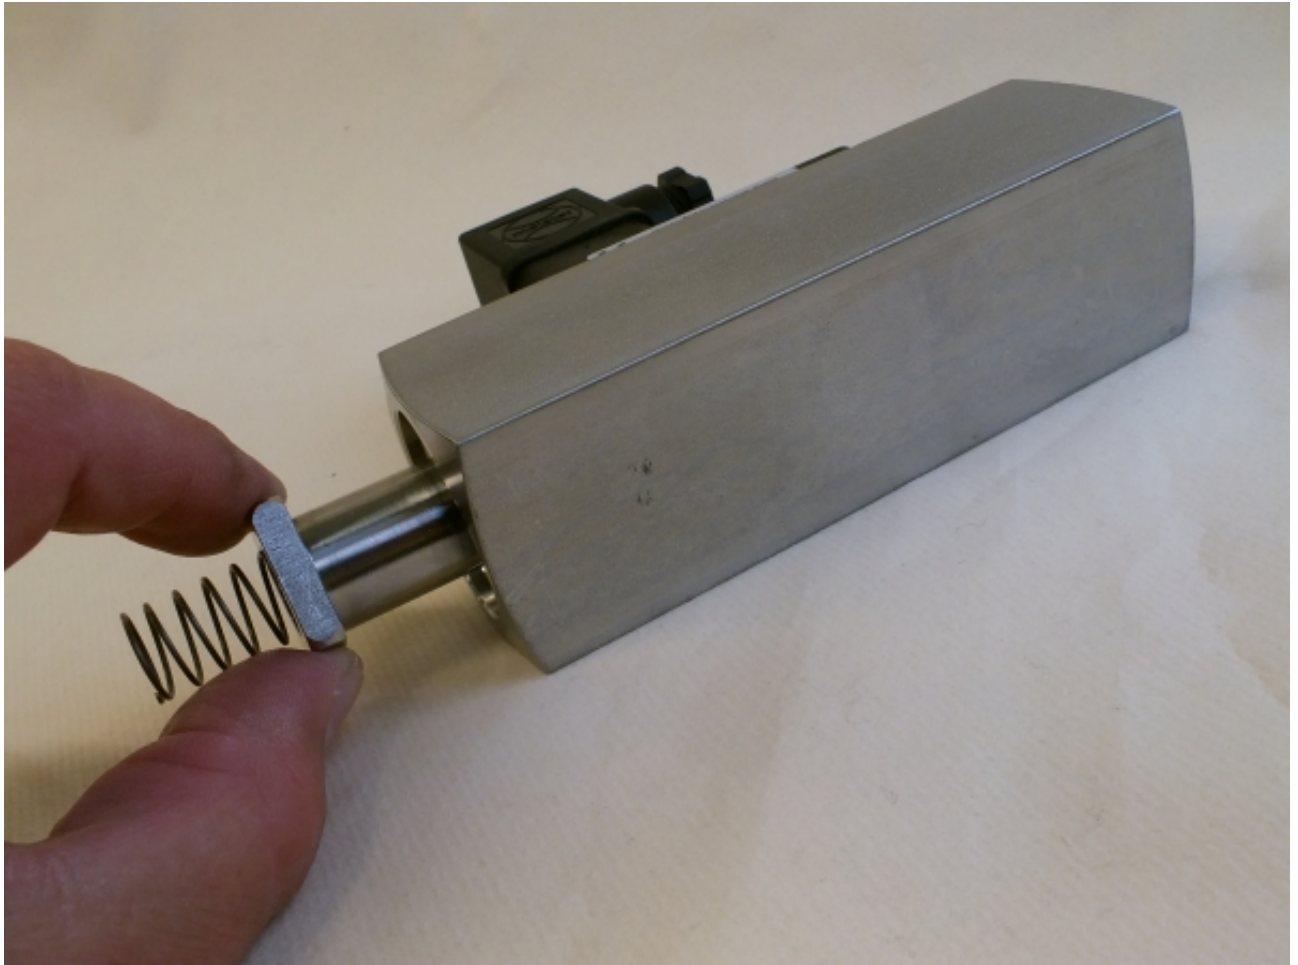

Abb. 43: Innenteile entnehmen
- 4.** ➤ Gerätekörper vorsichtig um 180° drehen und Innenteile des Gerätes (Schwebekörper, Magnete und Feder) entnehmen (*Abb. 43*)